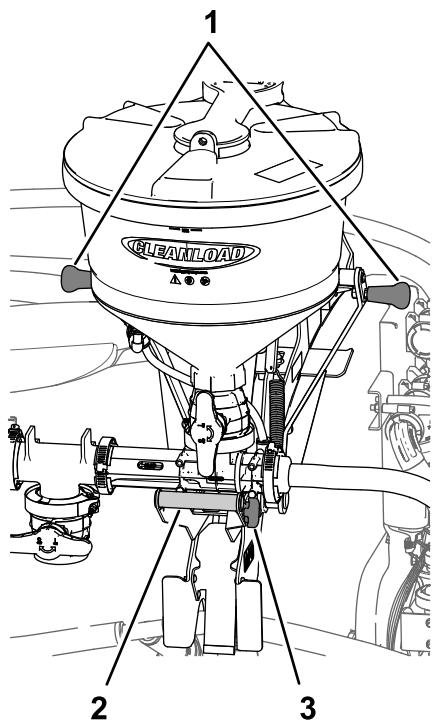
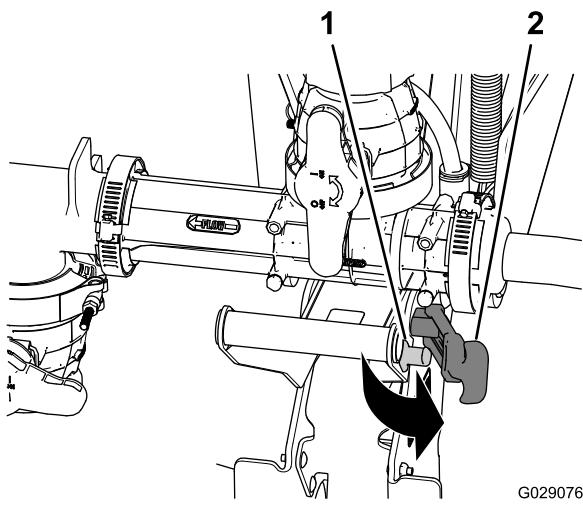
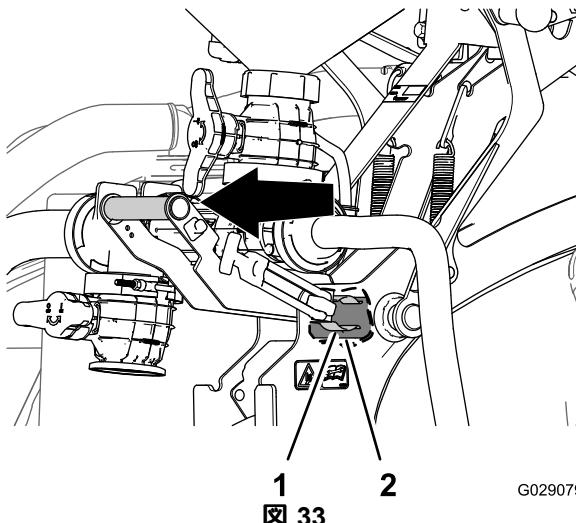
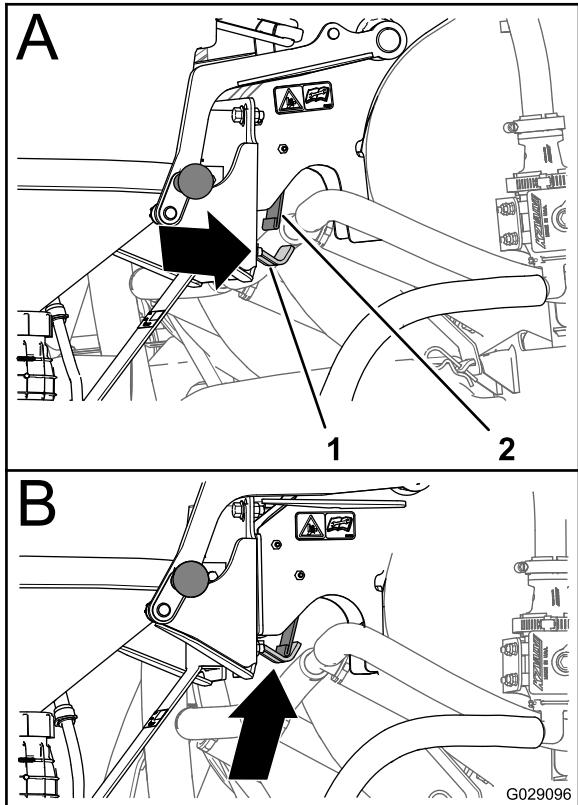

図 31
図 32
図 33
図 36
- エダクタのハンドルを握りラッチポストからラッチハンドルを外す 図 31 と 図 32。
2. エダクタのハンドルの他にエダクタのクレードル上部でもエダクタのハンドルを握り、ハンドルを引き出すようにしてスプリングクリップをピボットチューブから外す図 31 と 図 33。
- エダクタのハンドルを押し込んでフックをラッチロッドまで上げ、スプリングクリップがピボットチューブの周囲に完全に収まるようする 図 33。
- ラッチハンドルを引いてラッチポストに止め 図 32。
- エダクタのハンドルの他にエダクタのクレードル上部のハンドルも握り、ハンドルを外側に引き出すようにしてラッチのフック部分をスプリングプレートの外側に合わせる 図 33 と 図 36。